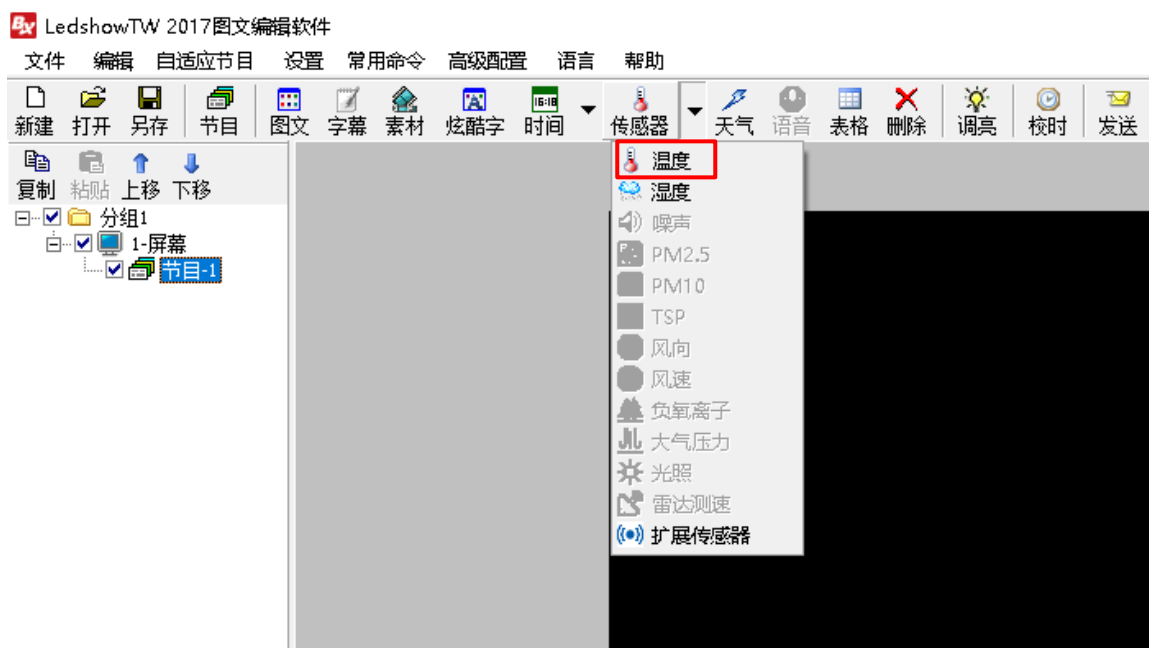

图 16
- 1) 首先，在 Ledshow TW 2017 软件界面，按照基本设置的步骤设置一下，然后点击添加“传感器”图标下的温度选项，添加一个温度传感器分区，如图 16 所示。